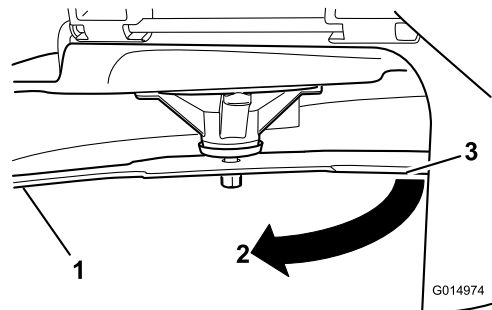

**Figure 68**
4. Tournez la même lame de 180 degrés pour amener le tranchant opposé à la même position (Figure 68).